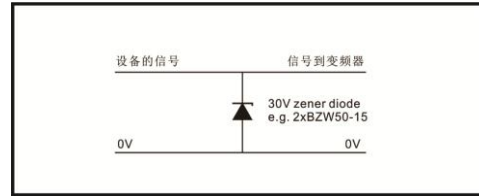
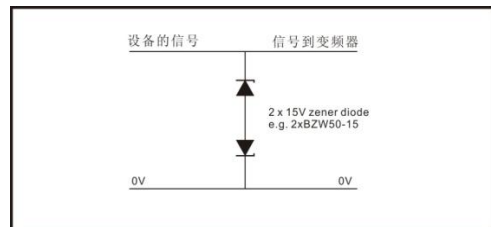

图 3-39 数字及单极输入输出过压抑制
图 3-40 模拟及双极输入输出过压抑制
3. 额外的过压抑制-对于模拟和数字输入输出, 可将稳压二极管网络或商业使用的过压抑制器输入电路并联, 见图3-39和图3-40数字端口遇严重超压, 其故障保护会启动。若此后继续运转, 可设置控制字或者端子设定即可自动复位故障。